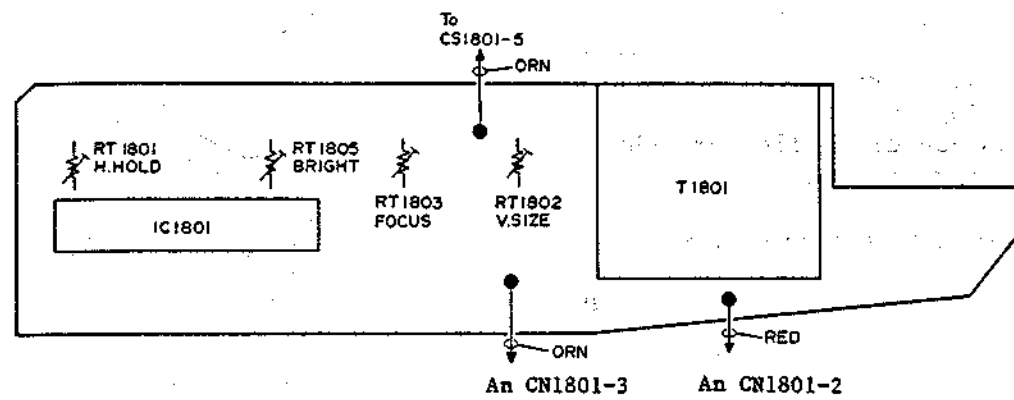

Abb. 4-54 Leiterplatte des elektronischen Suchers (EVF) (Bestückungsseite)
- Scharfeinstellung des elektronischen Suchers (Abb. 4-54)
(6) Helligkeit des elektronischen Suchers (Abb. 4-54)